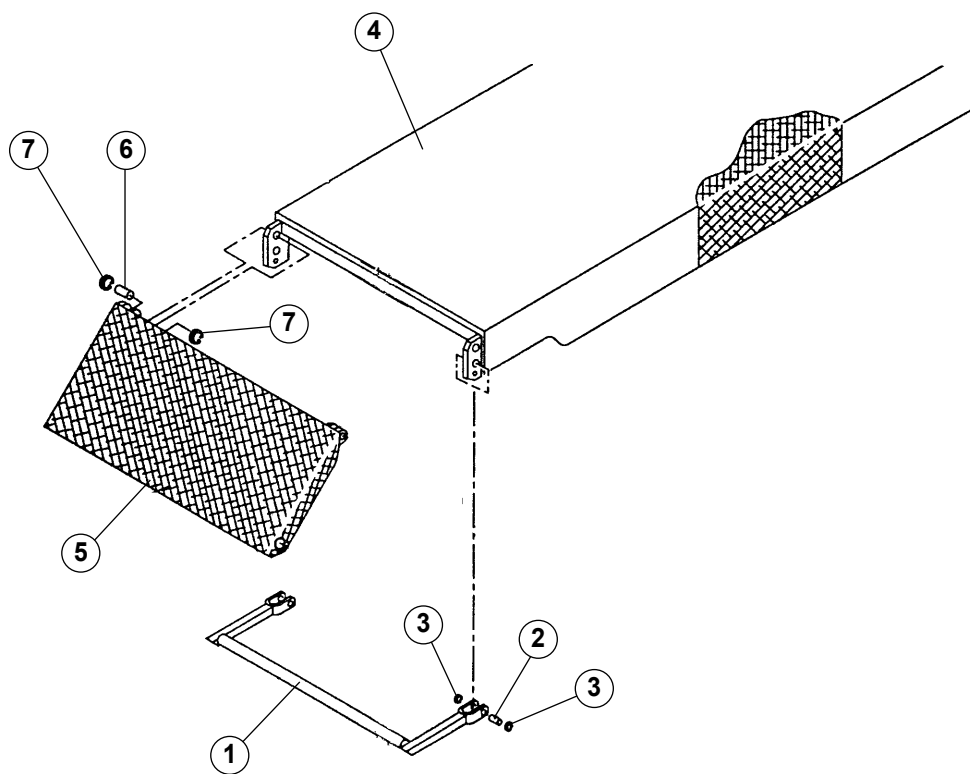

Fig.15
- Rif. Fig. 15 - Montare il supporto rampa (1) mediante perno (2) e seeger (3) alla pedana (4), poi la rampina (5) con perni (6) e seeger (7).
- Ref. Fig. 15 - Fit the ramp support (1) using pin (2) and circlip (3) to the platform (4), then the small ramp (5) with pins (6) and circlip (7).
- Abb. 15 - Zuerst die Rampenhalterung (1) mit dem Bolzen (2) und dem Seegerring (3) und dann die Rampe (5) mit dem Bolzen (6) und dem Seegerring (7) auf der Fahrschiene (4) montieren.
- Réf. Fig. 15 - Monter le support de rampe (1) avec le pivot (2) et le circlip (3) au chemin de roulement (4), puis la petite rampe (5) avec le pivots (6) et le circlip (7).
- Ref Fig. 15 - Montar el soporte rampa (1) mediante perno (2) y seeger (3) a la plataforma (4), luego la rampa (5) con pernos (6) y seeger (7).